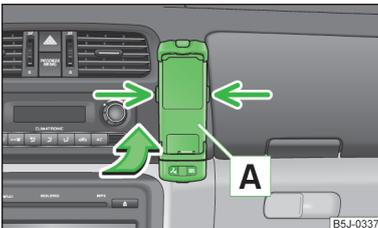

Abb. 82
- › Zuerst den Adapter **A** in Pfeilrichtung » Abb. 82 bis zum Anschlag in die Halterung schieben. Den Adapter dann leicht nach unten drücken, bis dieser sicher einrastet.
- › Gleichzeitig die seitlichen Verriegelungen der Halterung » Abb. 82 drücken und den Adapter mit dem Telefon herausnehmen.